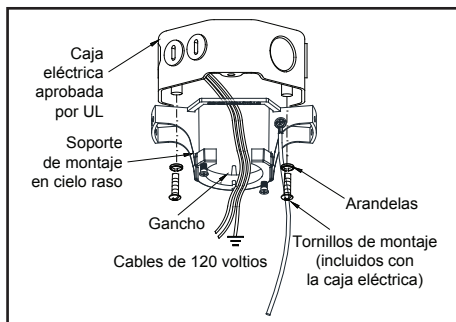

Figura 8
1. Pasa los cables de suministro de 120 V a través del orificio central de la placa de montaje del techo, como se muestra en la Figura 8.
2. Instala el soporte de montaje de techo sobre la caja eléctrica, con los tornillos de montaje incluidos. Fíjate que el lado plano de la placa de montaje esté orientado hacia la caja eléctrica. (Figura 8)